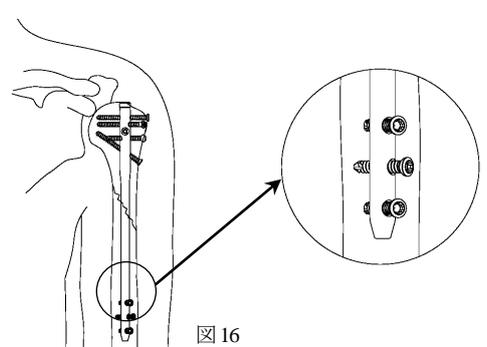

図 16
- 10) エンドキャップを装着して、インプラントの状態を正面像及び側面像で確認し、縫合して手術を終了します。(図 16)